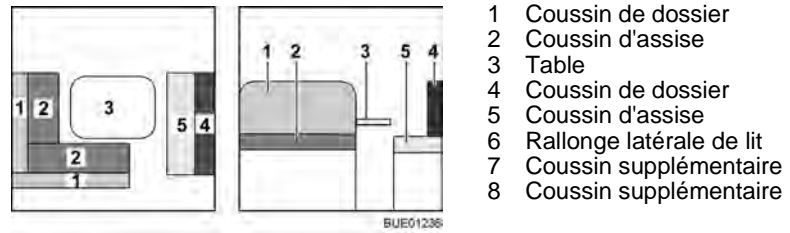

Fig. 91 Avant la transformation
- Convertir la table (Fig. 91,3) en sommier de lit (voir paragraphe 6.11).
- Enlever les coussins de dossier (Fig. 91,1) de la banquette en L et les placer de côté.
- Enlever le coussin de dossier (Fig. 91,4) de la banquette longitudinale et le placer de côté.